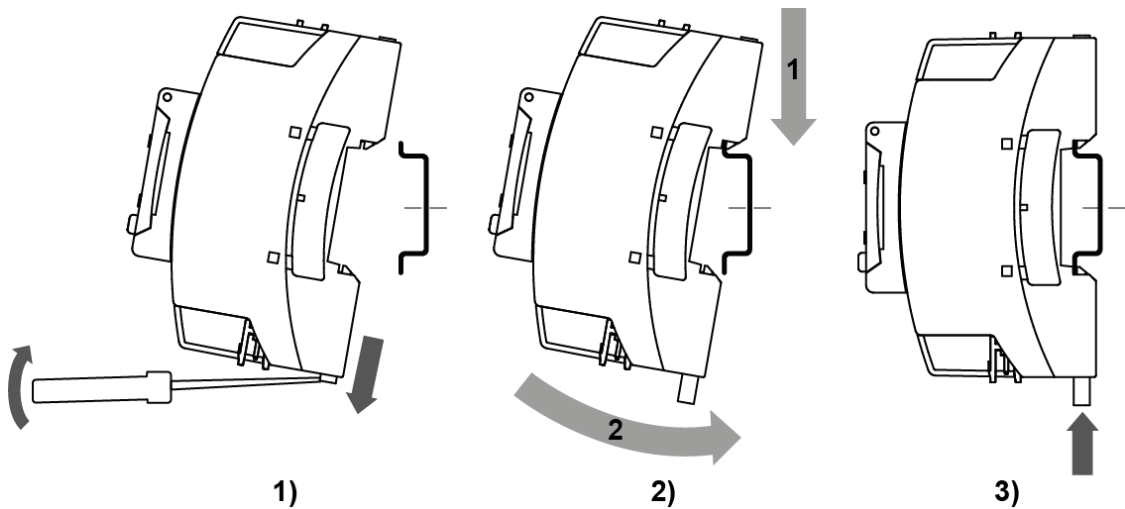

Рисунок 4.1 – Монтаж і демонтаж пристрою
2. Вставивши викрутку у вушко, відтягнути засувку (див. рисунок 4.1, 1). Пристрій встановити на DIN-рейку.
3. Пристрій притиснути до DIN-рейки (див. рисунок 4.1, 2, стрілки 1 і 2). Викруткою повернути засувку в початкове положення.